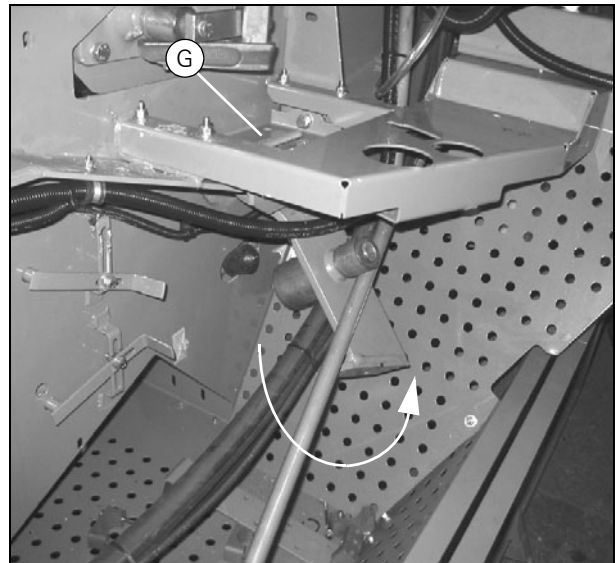

Рисунок 47
7. Снимите подшипники (B), (C), (D) и (E) с поворотного рычага. Теперь поворотный рычаг (F) не закреплен, однако для отсоединения рычага от рамы машины необходимо выполнить следующие операции:
9. Выдвиньте поворотный рычаг из проема (G) на раме машины (Рис. 47).